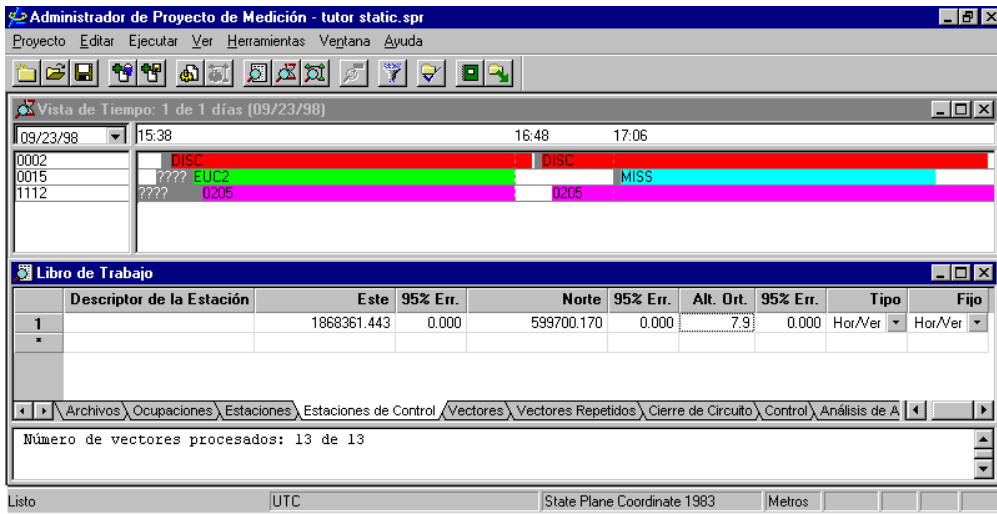

Figura 12.7. Coordenadas de Estación de Control
1. Haga click en **Estaciones de Control** en el **Libro de Trabajo** (Figura 12.7), y entonces haga click en la flecha a la derecha de la lista **ID de Estación**.